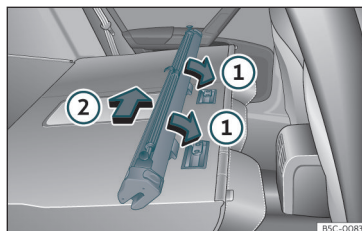

Fig. 133 Montaggio della rete divisoria sugli schienali del sedile posteriore.
- Posizionare la scatola della rete nelle rientranze della guida seguendo la direzione indicata dalle frecce »» fig. 133 ①.
- Spingere la scatola verso il lato sinistro del veicolo nel senso della freccia »» fig. 133 ② fino a fine corsa.
- Tirare la scatola della rete spostandola di circa 5 cm in senso contrario a quello indicato dalla freccia >>> **fig. 133** ②.
- Estrarre la scatola dalla guida tirando in direzione contraria rispetto alle frecce >>> **fig. 133** ①.